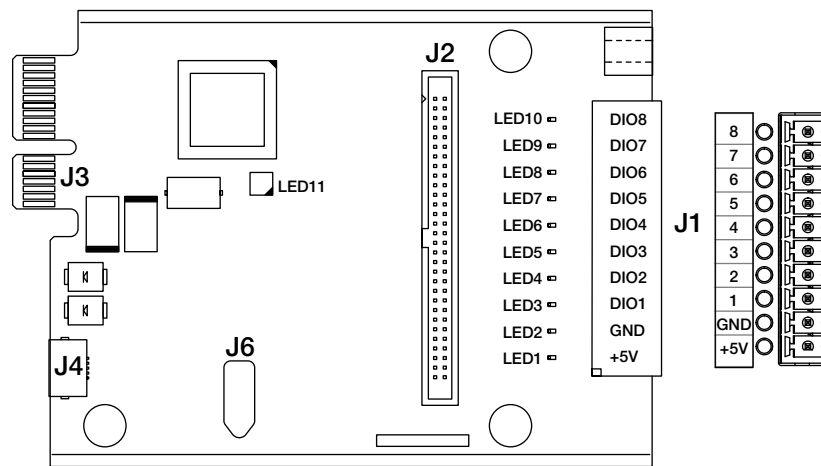

Figura 3. Tarjeta opcional de I/O digital
8. Realice las conexiones a la tarjeta opcional. Consulte la Figura 3 y la Tabla 2 para información de asignación de clavija.